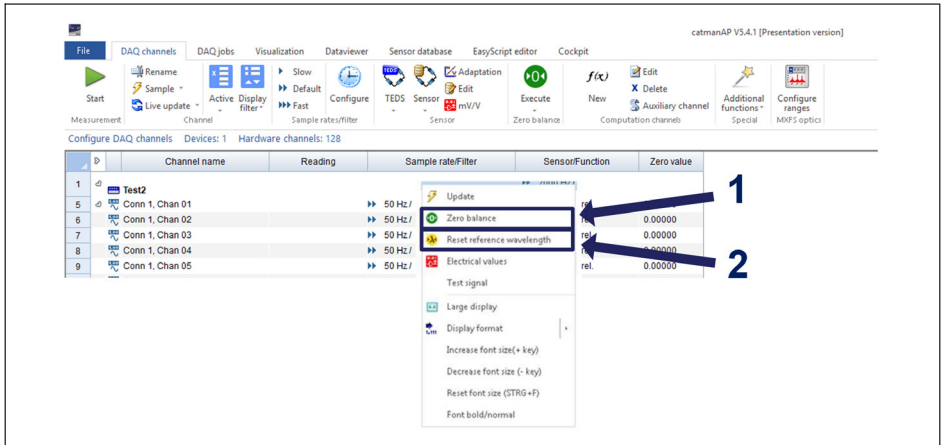

Fig. 4.27 Mise à zéro et réinitialisation de la longueur d'ondes de référence
► Vous pouvez aussi faire un clic droit sur la ligne à mettre à zéro et sélectionner l'option **Zero Balance** (Mise à zéro) (numéro 1 sur la Fig. 4.27).
- Faites un clic droit sur la ligne à réinitialiser et sélectionnez l'option **Reset reference wavelength** (Réinitialiser la longueur d'ondes de référence) (numéro 2 sur la Fig. 4.27).